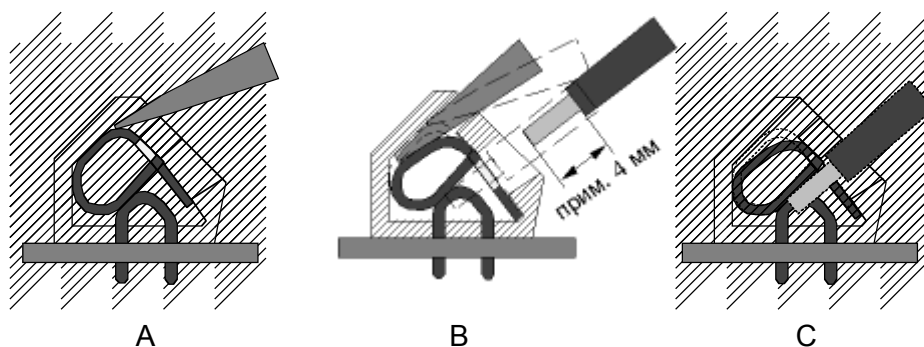

Рис. 9.10 Подключение к клеммам с зажимной пружиной
- Вставить отвертку 1-го размера в верхнее отверстие и слегка приподнять (Рис. 9.10А).
- Затем вставить провод оголенным концом в нижнее открывшееся отверстие и удерживать в таком положении (Рис. 9.10 В).
- Извлечь отвертку. Теперь подключенный провод надежно закреплен (Рис. 9.10 С).
Изоляция на соединительных проводах должна быть по всей длине от начала и до конца соединения, т.о. не должно быть видно оголенного провода в местах его подключения к клеммам (как показано на Рис. 9.10 С) и по всей длине. Прикосновение к частям под напряжением опасно для жизни. Оголенные концы провода подключаемого к клеммам могут быть короче, если это необходимо.